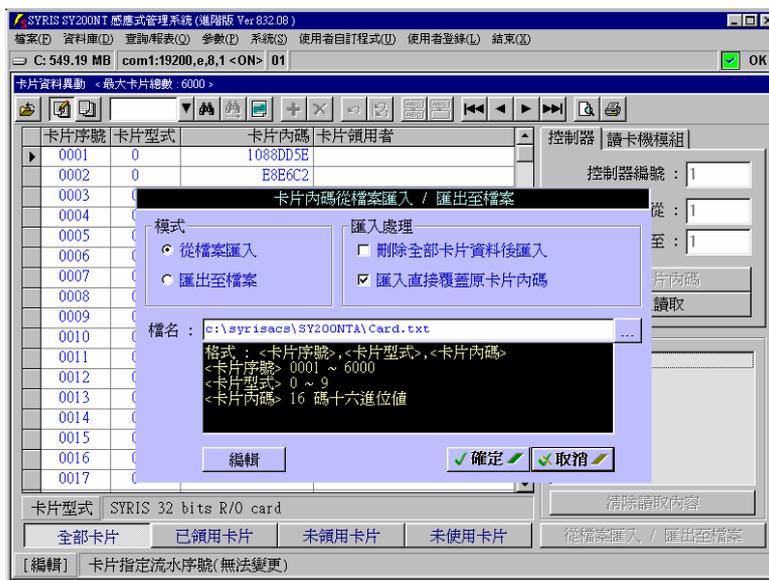

图 5-5 利用感应卡内码档案直接汇入
2. 点选”从档案汇入/汇出至档案”按键，显示如图 5-5 所示。